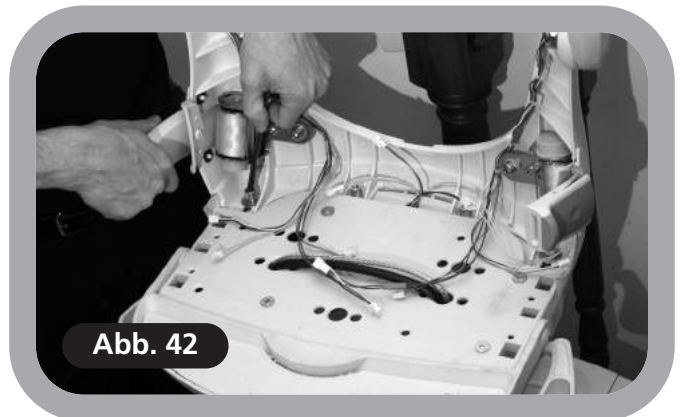

Abb. 42
- 1 Setzen Sie die Rückenlehne auf die Sitzbasis und sichern Sie sie mit den vier bereitgestellten Schrauben und Unterlegscheiben, die mit einem 6mm Inbusschlüssel mit Kugelende angezogen werden müssen (**Abb. 42**).